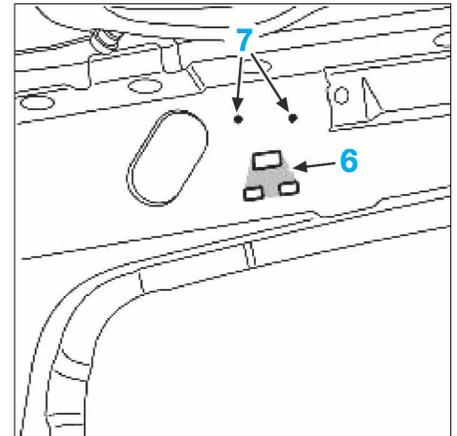

FIG. 12
- Découper la tôle détériorée (6) par le déclenchement de l'airbag rideau (zone grisée) (Fig.12).
- Percer les trous de rivetage (7) à l'aide d'un foret de diamètre 5 mm.